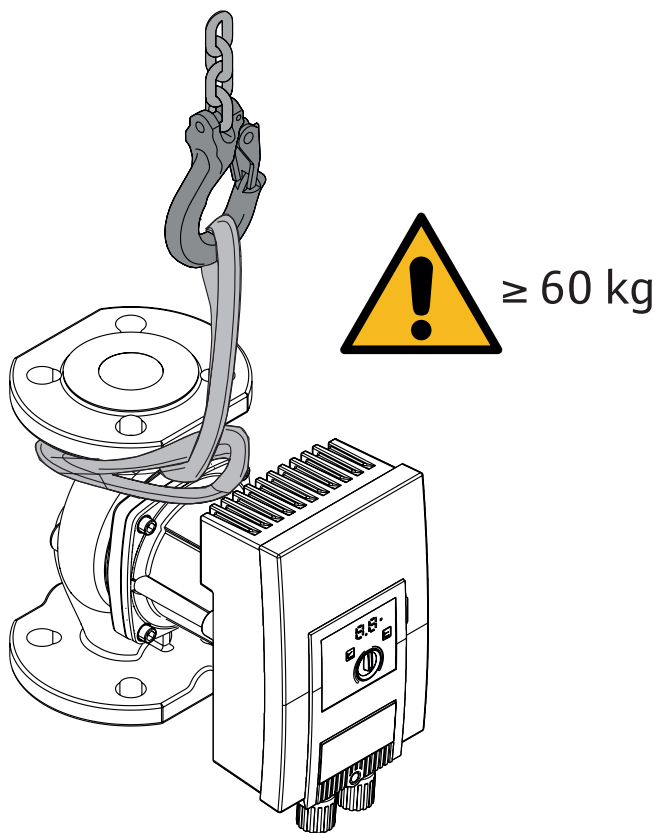

Fig. 3: Transport
- Bär endast i motorn eller pumphuset → Bild 3.